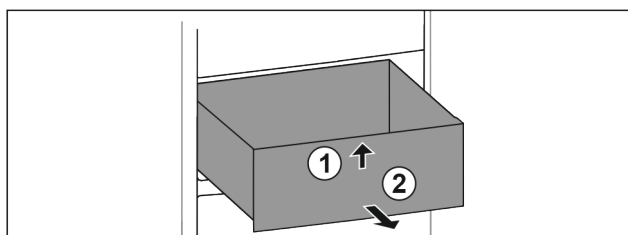

Fig. 95
- Nadzvedněte zásuvku vpředu. Fig. 95 (1)
- Vyjměte zásuvku dopředu. Fig. 95 (2)